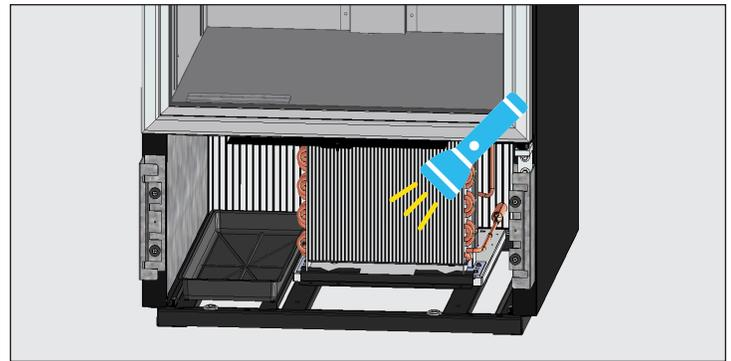

Fig. 4 Verifique que se hayan quitado todas las obstrucciones
4. Una vez retirada la suciedad de la superficie del serpentín, use una linterna para verificar que pueda ver a través del serpentín y observe que giren las aspas del ventilador del condensador. Consulte la fig. 4.